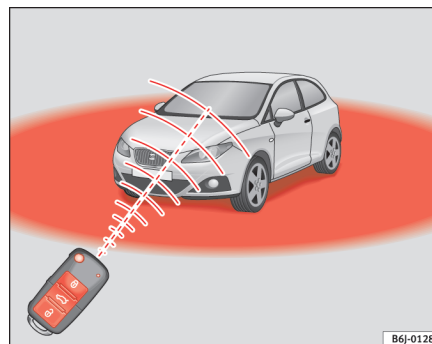

Fig. 43 Périmètre d'action de la radiocommande
D'autre part, le témoin de la pile de la clé \Rightarrow fig. 43, clignotera.
- La radiocommande fonctionne uniquement lorsque vous vous trouvez dans son périmètre d'action ⇒ page 85, fig. 43.